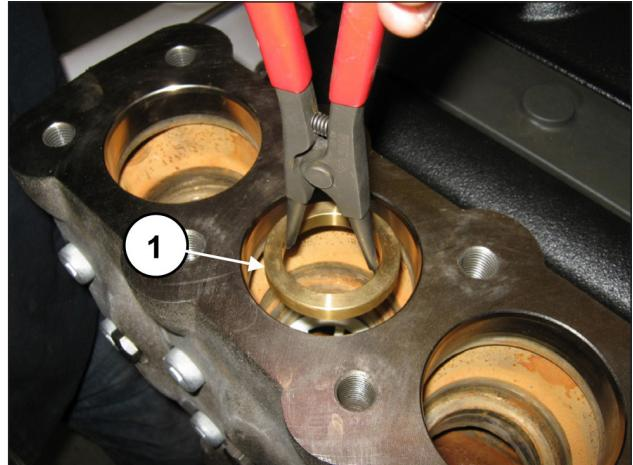

Fig. 99
Estrarre l'anello distanziiale sede valvola (pos. ①, Fig. 99).